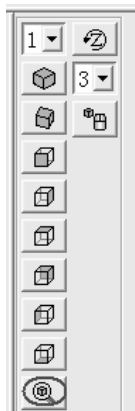

图 3-133 视图工具条
(11) 将鼠标指向图形界面，然后滚动鼠标中键，两条线消失。执行 **Utility Menu>Plot>Lines**，两条线重新出现。执行 **Utility Menu>PlotCtrls>Numbering...**，弹出“Plot Numbering Controls”窗口。选中该窗口中的“KP Keypoint numbers”选项（即在对应的选择框内打勾）。然后单击“OK”按钮，关键点的编号重新出现。单击视图工具条中的“Fit View”按钮（见图 3-133），视图界面中的图形以最佳尺寸显示。